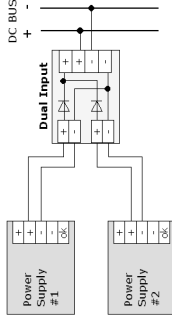
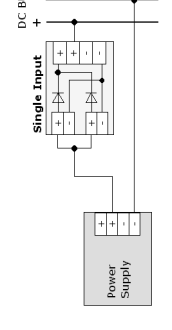

Fig. 1: Dual Input Mode
Fig. 2: Single Input Mode
a) Bei Verwendung beider Eingänge (Dual Input Mode, Fig. 1) ergibt sich der Ausgangsstrom aus der Summe der Eingangsströme. Die Minuspole müssen nicht belegt werden. Wird nur ein Eingang verwendet (Single Input Mode, Fig. 2), können die Plus-Pole parallel geschaltet werden.
a) When both units are used (Dual Input Mode, Fig. 1) the output current results as the sum of the two inputs. If used with only one input (Single Input Mode, Fig. 2), both positive input terminals can be linked. Negative poles do not have to be used.
a) En cas d'utilisation des deux entrées (Dual Input Mode, Fig. 1), le courant de sortie résultant est la somme des courants d'entrée. Il n'est pas nécessaire d'occuper les pôles négatifs. Si une seule des entrées est utilisée (Single Input Mode, Fig. 2), alors il est possible de brancher en parallèle les pôles positifs.
<p>Desacopladora)</p> <p>Entrada #1 DC 10-60V, 0-10A</p> <p>Entrada #2 DC 10-60V, 0-10A</p> <p>Corriente de pico 125 A para máx. 10ms</p> <p>Corriente regresiva &lt;0,6 mA por diodo</p> <p>Salida Vin -0,9V (tip.), 0-10A</p> <p>Asegura que la máx. corriente de salida nunca exceda de 16A. Controla la corriente de cortocircuito de las fuentes.</p> <p>Cables de conexiónb)</p> <ul style="list-style-type: none"> <li>• cables flexibles 0,3-2,5mm2 (AVG=28-12)</li> <li>• cables rígidos 0,3-4mm2 (AVG=28-12)</li> <li>• Se permiten casquillos terminales en los hilos recomendado 6 mm</li> <li>• Desaislado de los extremos del cable</li> </ul> <p>Tamaño, peso</p> <p>Ancho w 45 mm                  Alto h 75 mm                  Profundidad d 91 mm + carril DIN                  Peso 136 g</p> <p>Espacio libre para refrigeración</p> <p>Refrigeración natural por convección, no precisa ventilador, reducción de valores especificados según esquema. Espacio libre recomendado: 25 mm en los laterales con rejilla de ventilación.</p> <p>Normas, Autorizaciones</p> <p>El aparato cumple las siguientes normas:</p> <p>EMV:                  EN 61000-6-3 y -4 (emisión de interferencias) (EN 55011, EN 55022, clase B),                  EN 61000-6-2 y EN 61000-6-1 (resistencia a interferencias)</p> <p>Seguridad:                  EN 60950, EN 60204-1, EN 50178, UL 60950, UL 508,                  CAN/CSA-C22.2 No. 60950 (CUR)                  CAN/CSA-C22.2 No. 14 (CUL)</p> <p>Marca CE según directiva de CEM y directiva de baja tensión.</p> <p>Notas / Observaciones:</p> <p>a) Si se utilizan ambas entradas (Dual Input Mode, Fig. 1), la corriente de salida resulta de la suma de las corrientes de entrada. Los polos negativos no deben estar ocupados. Si solo se utiliza la entrada (Single Input Mode, Fig. 2), los polos positivos pueden ser conectados paralelamente.</p> <p>b) véase la hoja adjunta "Instalación y servicio" para más información.</p>	<p>Datos medioambientales</p> <p>Temperatura ambiente Ta</p> <ul style="list-style-type: none"> <li>• Almacenamiento / Transporte -40°C...+85°C</li> <li>• Servicio -40°C...+60°C, (70°C, reducción de los valores especificados)</li> </ul> <p>Posición de montaje:</p> <p style="text-align: center;"></p> <p>Esquema</p> <p>Curva característica de salida</p> <p>Seguridad / Protección</p> <p>¡Atender a las instrucciones de seguridad!                  Véase la hoja adjunta "Instalación y servicio".</p> <p>Seguridad y protección</p> <ul style="list-style-type: none"> <li>• Protección contra exceso de temperatura</li> <li>• Fusible interno de entrada</li> <li>• Protección contra polarización inversa</li> <li>• Prueba de marcha en vacío</li> <li>• Grupo de protección IP20 (EN 60529), protección reducida de humedad (incluido del rocío)</li> <li>• Tipo de protección</li> </ul> <p>Seguridad y protección</p> <ul style="list-style-type: none"> <li>• Protección contra temperatura de entrada</li> <li>• Protección contra inversión de los polos</li> <li>• Resistente a funcionamiento en vacío</li> <li>• Clase de protección SELV (EN 60950), VDE 100-410,</li> <li>• PELV (EN 50178)</li> <li>• IP20 (EN 60529), proteger de la humedad (incluido del rocío)</li> <li>• Tipo de protección</li> </ul> <p>Notas / Observaciones:</p> <p>a) Si se utilizan ambas entradas (Dual Input Mode, Fig. 1), la corriente de salida resulta de la suma de las corrientes de entrada. Los polos negativos no deben estar ocupados. Si solo se utiliza la entrada (Single Input Mode, Fig. 2), los polos positivos pueden ser conectados paralelamente.</p> <p>b) véase la hoja adjunta "Instalación y servicio" para más información.</p>
<p>Disaccoppiatorea)</p> <p>Entrata #1 DC 10-60V, 0-10A</p> <p>Entrata #2 DC 10-60V, 0-10A</p> <p>Corrente di punta 125 A per 10ms max.</p> <p>Corrente di ritorno &lt;0,6 mA per diodo</p> <p>Uscita Vin -0,9V (tipic.), 0-10A</p> <p>La máx. corrent di uscita non può superare i 16A. Si prega verificare le correnti di corto circuito delle fonti di alimentazione.</p> <p>Linee di allacciamentob)</p> <ul style="list-style-type: none"> <li>• Cavi flessibili 0,3-2,5mm2 (AVG=28-12)</li> <li>• Cavi rigidi 0,3-4mm2 (AVG=28-12)</li> <li>• Bussole terminali per conduttori ammesse lunghezza consigliata 6 mm</li> <li>• Spallatura estremità cavi</li> </ul> <p>Dimensione, Peso</p> <p>Larghezza w 45 mm                  Altezza h 75 mm                  Profondità d 91 mm + DIN-Rail                  Peso 136 g</p> <p>Spazio libero per raffreddamento</p> <p>Raffreddamento naturale per convezione, nessuna necessità di ventilatori, per derating v. diagramma. Spazio libero consigliato: 25 mm ai lati con griglia di aerazione.</p> <p>Norme, Approvazioni</p> <p>L'apparecchio è conforme alle seguenti norme:</p> <p>EMC (Compatibilità elettromagnetica):                  EN 61000-6-3 e -4 (emissione di disturbi) (EN 55011, EN 55022, Classe B),                  EN 61000-6-2 e EN 61000-6-1 (immunità ai disturbi)</p> <p>Segurezza:                  EN 60950, EN 60204-1, EN 50178, UL 60950, UL 508,                  CAN/CSA-C22.2 No. 60950 (CUR)                  CAN/CSA-C22.2 No. 14 (CUL)</p> <p>Marchatura CE avviene in base alla direttiva EMC ed alla direttiva bassa tensione.</p> <p>Hazardous Location Class I Div. 2 (UL 1604)</p> <p>Note/Avvertenze:</p> <p>a) Utilizzando entrambi gli ingressi (Dual Input Mode, Fig. 1) si ottiene la corrente di uscita dalla somma delle correnti degli ingressi. I poli negativi non devono essere usati. Se si usa un solo ingresso (Single Input Mode, Fig. 2) i poli positivi possono essere collegati in parallelo.</p> <p>b) Per ulteriori informazioni consultare l'appendice "Installazione e funzionamento".</p>	<p>Dati ambientali</p> <p>Temperatura ambiente Ta</p> <ul style="list-style-type: none"> <li>• Magazzino/trasporto -40°C...+85°C</li> <li>• Funzionamento -40°C...+60°C, (70°C, vedi diagramma derating)</li> </ul> <p>Posizione di montaggio:</p> <p style="text-align: center;"></p> <p>Diagramma</p> <p>Curva caratteristica di uscita</p> <p>Sicurezza/protezione</p> <p>Rispettare le avvertenze di sicurezza!                  Consultare l'appendice "Installazione e funzionamento".</p> <p>Sicurezza e protezione</p> <ul style="list-style-type: none"> <li>• Protezione contro la sovratemperatura</li> <li>• Protezione interna di entrata</li> <li>• Protezione contro inversione di polarità</li> <li>• Protezione al minimo</li> <li>• Classe di protezione di sicurezza</li> <li>• Tipo di protezione</li> </ul> <p>Sicurezza e protezione</p> <ul style="list-style-type: none"> <li>• Protezione contro temperatura di entrata</li> <li>• Protezione contro inversión de los polos</li> <li>• Resistente a funcionamiento en vacío</li> <li>• Clase de protección SELV (EN 60950), VDE 100-410,</li> <li>• PELV (EN 50178)</li> <li>• IP20 (EN 60529), Proteggers dall'umidità (anche il semplice appannamento)</li> </ul> <p>Note/Avvertenze:</p> <p>a) Utilizzando entrambi gli ingressi (Dual Input Mode, Fig. 1) si ottiene la corrente di uscita dalla somma delle correnti degli ingressi. I poli negativi non devono essere usati. Se si usa un solo ingresso (Single Input Mode, Fig. 2) i poli positivi possono essere collegati in parallelo.</p> <p>b) Per ulteriori informazioni consultare l'appendice "Installazione e funzionamento".</p>
<p>Peça de desacoplamentoa)</p> <p>Entrada #1 DC 10-60V, 0-10A</p> <p>Entrada #2 DC 10-60V, 0-10A</p> <p>Picos de tensão 125A para no máx. 10ms</p> <p>Corrente inversa &lt;0,6 mA por diodo</p> <p>Saída Vin -0,9V (tip.), 0-10A</p> <p>A máx. corrente de saída não pode ser superior a 16A. Verificar as correntes de curto-circuito das fontes.</p> <p>Conexõesb)</p> <ul style="list-style-type: none"> <li>• cabos flexíveis 0,3-2,5mm2 (AVG=28-12)</li> <li>• cabos sólidos 0,3-4mm2 (AVG=28-12)</li> <li>• Admitem-se buchas terminais de condutores recomendam-se 6 mm</li> <li>• Isolamento das extremidades dos cabos</li> </ul> <p>Tamanho, peso</p> <p>Largura w 45 mm                  Altura h 75 mm                  Profundidade d 91 mm + trilho DIN                  Peso 136 g</p> <p>Espaço livre para resfriamento</p> <p>Resfriamento natural por convecção, não há necessidade de ventilador, derating cf. diagrama. Espaço livre recomendado: 25 mm anos lados, com grade de ventilação.</p> <p>Normas, Certificações</p> <p>O equipamento está em conformidade com as seguintes normas:</p> <p>EMV:                  EN 61000-6-3 e -4 (Emissão de interferências) (EN 55011, EN 55022, Classe B),                  EN 61000-6-2 e EN 61000-6-1 (Resistência a interferências)</p> <p>Segurança:                  EN 60950, EN 60204-1, EN 50178, UL 60950, UL 508,                  CAN/CSA-C22.2 No. 60950 (CUR)                  CAN/CSA-C22.2 No. 14 (CUL)</p> <p>Identificação CE segue Diretriz EMV e Diretriz para Baixas Tensões.</p> <p>Hazardous Location Class I Div. 2 (UL 1604)</p> <p>Observações/Indicações:</p> <p>a) O uso das duas entradas (Dual Input Mode, Fig. 1) produz uma corrente de saída que é a soma das correntes de entrada. Não é necessário ocupar os polos negativos. Caso se utilize apenas uma entrada (Single Input Mode, Fig. 2), os polos positivos podem ser conectados em paralelo.</p> <p>b) Ver anexo „Instalação e operação“ para outras informações.</p>	<p>Dados ambientais</p> <p>Temperatura ambiente Ta</p> <ul style="list-style-type: none"> <li>• armazenagem/ transporte -40°C...+85°C</li> <li>• operação -40°C...+60°C, (70°C, ver diagrama derating)</li> </ul> <p>Posição de montagem:</p> <p style="text-align: center;"></p> <p>Diagrama</p> <p>Linha característica de saída</p> <p>Segurança/proteção</p> <p>Observar instruções de segurança!                  Ver anexo "Instalação e operação".</p> <p>Segurança e proteção</p> <ul style="list-style-type: none"> <li>• Proteção contra excesso de temperatura</li> <li>• Fusível interno de entrada</li> <li>• Proteção contra inversão dos polos</li> <li>• Resistente a funcionamento em vazio</li> <li>• Classe de proteção SELV (EN 60950), VDE 100-410,</li> <li>• PELV (EN 50178)</li> <li>• IP20 (EN 60529), Proteger contra umidade (inclusive condensação)</li> </ul> <p>Segurança e proteção</p> <ul style="list-style-type: none"> <li>• Proteção contra temperatura de entrada</li> <li>• Proteção contra inversión de los polos</li> <li>• Resistente a funcionamiento em vazio</li> <li>• Clase de protección SELV (EN 60950), VDE 100-410,</li> <li>• PELV (EN 50178)</li> <li>• IP20 (EN 60529), Proteger contra umidade (inclusive condensação)</li> </ul> <p>Notas / Observaciones:</p> <p>a) O uso das duas entradas (Dual Input Mode, Fig. 1) produz uma corrente de saída que é a soma das correntes de entrada. Não é necessário ocupar os polos negativos. Caso se utilize apenas uma entrada (Single Input Mode, Fig. 2), os polos positivos podem ser conectados em paralelo.</p> <p>b) Ver anexo „Instalação e operação“ para outras informações.</p>